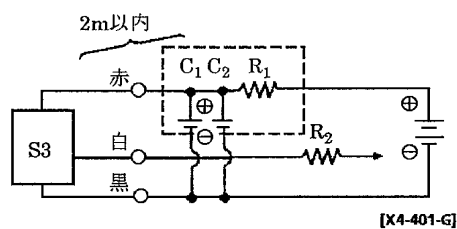

図7
- リード線配線長が10mを超える場合は図5、6(S2の場合)、図7(S3の場合)に示す保護回路を必ず設けてください。